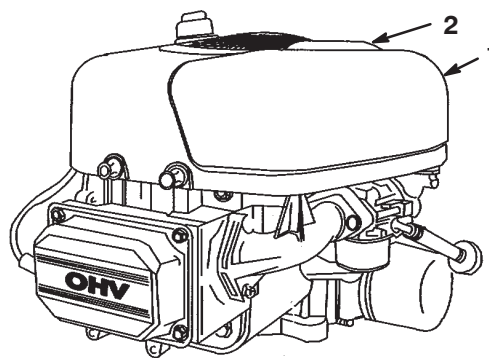

Bild 16
6. Reinigen Sie den Bereich um den Luftfilter herum, um zu verhindern, dass Schmutz in den Motor fällt und Schäden verursacht. Ziehen Sie den Griff an der Luftfilterabdeckung hoch und drehen Sie ihn in Richtung des Motors (Bild 16). Entfernen Sie die Luftfilterabdeckung.